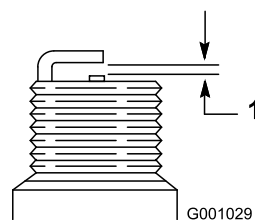

Figure 51
4. Réglez l'écartement des électrodes de la nouvelle bougie à 0,76 mm (Figure 51).